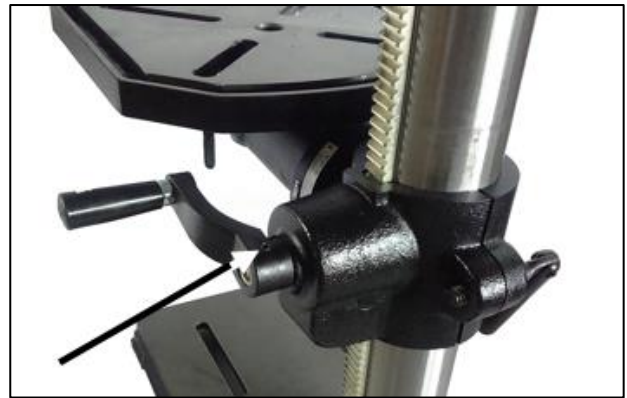

Рисунок 6-1: Установка коленчатой рукояти
2. Установите коленчатую рукоять на вал скобы стола и затяните установочный винт с помощью 3-мм шестигранного ключа (Рис. 6-1).